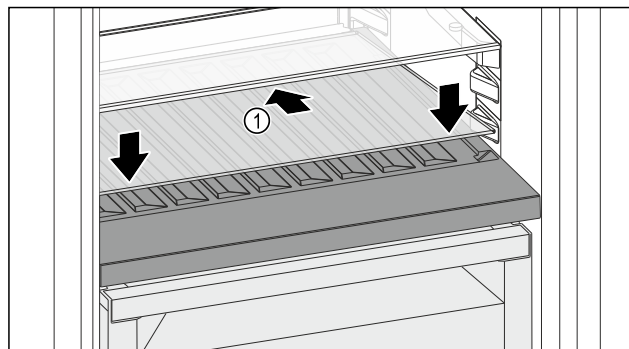

Fig. 207
- ▶ Вставьте стеклянную пластину Fig. 207 (1) наискосок и с уклоном назад вниз.
- ▶ Опустите стеклянную пластину Fig. 207 (1) спереди.